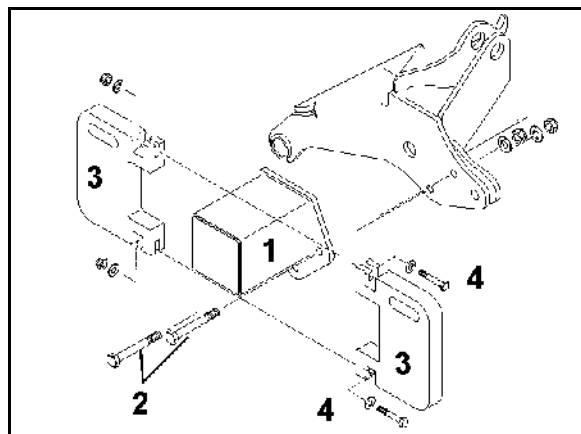

Fig. 26
1. Halterohr (Fig. 26/1) mit vier Schrauben (Fig. 26/2) außen am Ausleger verschrauben.
2. Jeweils zwei Zusatzgewichte (Fig. 26/3) an das Halterohr verschrauben (Fig. 26/4) und sichern.